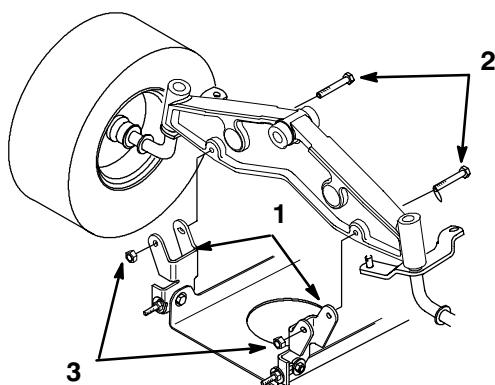

Abbildung 44
5. Die Mähwerk-Schwenkbügel mit Schrauben und Sicherungsmuttern an der Vorderachse installieren (Abb. 44).